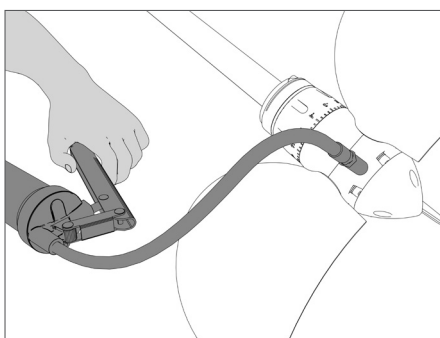

FIG. 45 | Pompage de graisse
- Introduire de la graisse EWOL disponible sur le site www.ewoltech.com ou bien www.ewol-propellers.com (depuis les États-Unis) au moyen d'une pompe à graisse (Fig. 45), jusqu'à ce qu'elle ressorte de la base des pales ou de la bague MPS.